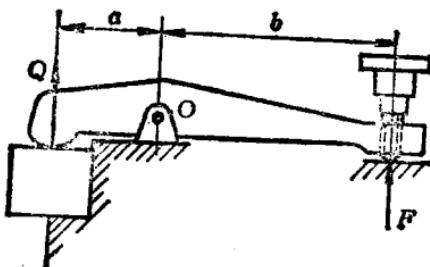

图 2
2. 一机床夹具用杠杆压板压紧工件（图 2），设  $a = 60\text{mm}$ ,  $b = 120\text{mm}$ , 在螺钉处力  $F = 200\text{N}$ 。